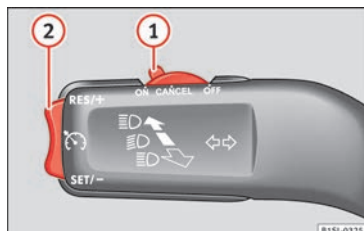

Fig. 34 Contacteur et commandes d'utilisation du GRA.
- Connecter le GRA : déplacez le contacteur » fig. 34 ① sur **ON**. Le système s'allume. Étant donné qu'aucune vitesse n'a été programmée, le système ne règle pas la vitesse.
- Activer le GRA : appuyez sur le bouton » fig. 34 ② dans la zone **SET/-**. La vitesse fixée est alors mémorisée et maintenue.
- Déconnecter le GRA temporairement : déplacez le contacteur » fig. 34 ① sur **CANCEL** ou appuyez sur la pédale de frein. Le réglage est désactivé temporairement.
- Reconnecter le GRA : appuyez sur le bouton » fig. 34 ② sur **RES/+**. La vitesse mémorisée sera de nouveau enregistrée et régulée.
• Augmenter la vitesse programmée pendant le réglage du GRA: appuyez sur le bouton ② sur **RES/+**. Le véhicule accélère jusqu'à la nouvelle vitesse enregistrée.
• Réduire la vitesse programmée pendant le réglage du GRA: appuyez sur le bouton ② sur **SET/-** pour réduire 1 km/h (1 mph). La vitesse est réduite jusqu'à atteindre la nouvelle vitesse enregistrée.
• Déconnexion du GRA: déplacez le contacteur » fig. 34 ① sur **OFF**. La vitesse mémorisée est effacée et le système est déconnecté.